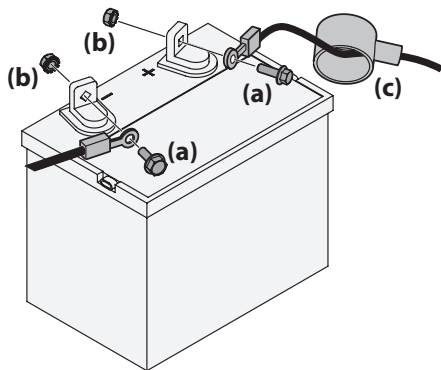

Figura 2-8
1. Retire la cubierta plástica, si está presente, del borne positivo de la batería y una el cable rojo al borne positivo de la batería (+) utilizando el perno (a) y la tuerca hexagonal (b). Vea la Figura 2-8.
2. Retire la cubierta plástica, si está presente, del borne negativo de la batería y una el cable negro al borne negativo de la batería (-) utilizando el perno (a) y la tuerca Sems (b). Vea la Figura 2-8.